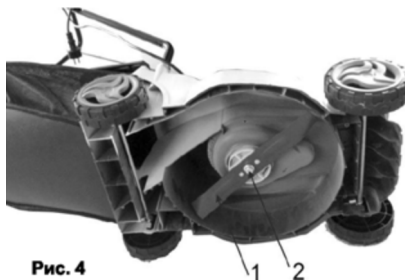

Рис. 4
- Удерживая нож с помощью гаечного ключа отсоедините болт от крепления (см. рис.4) ножа и снимите шайбу.